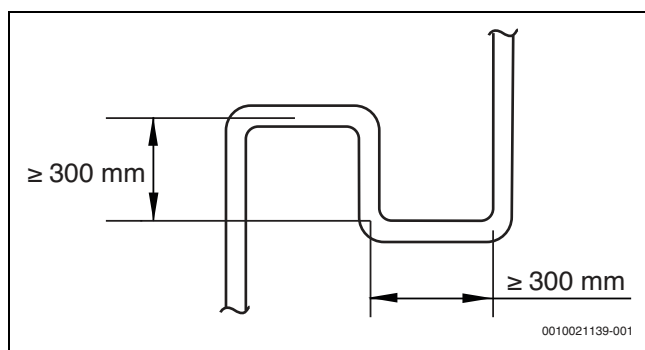

Рис. 6
- Когда наружный блок находится выше внутреннего блока и разница уровней превышает 20 м , рекомендуется, чтобы патрубок обратной линии масла устанавливался с интервалом 10 м на газовой трубе главного трубопровода. Рекомендуемые спецификации обратного патрубка масла показаны на рис. 6.
Самая большая разница уровня между внутренним блоком и наружным блоком не должна превышать 90 м (если наружный блок выше) или 110 м (если наружный блок ниже). Дополнительно: (i) Если наружный блок выше и разница уровней более 20 м, рекомендуется устанавливать возвратный патрубок масла с размерами, указанными на рис. 6 через каждые 10 м газовой трубе основной трубы, и (ii) если наружный блок находится ниже и разница уровней более 40 м, жидкостная труба главной трубы (L1) должна быть увеличена на один размер.